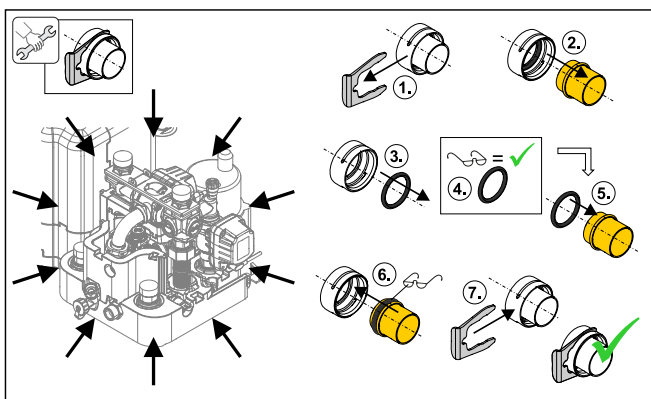

Bild 74-18 Hydrauliska stickanslutningar
- Efter demonteringen resp före monteringen av en stickanslutning ska O-ringarna alltid placeras på delen som ska stickas in (se Bild 74-18).